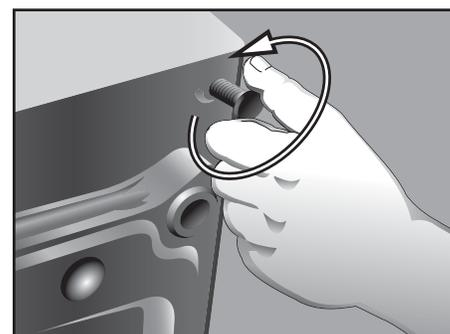

Figure 3
7. Enlever et jeter les pieds installés à l'origine sur la laveuse ou la sécheuse (voir la **figure 3**). **IL NE FAUT PAS** réinstaller ces pieds sur le socle.